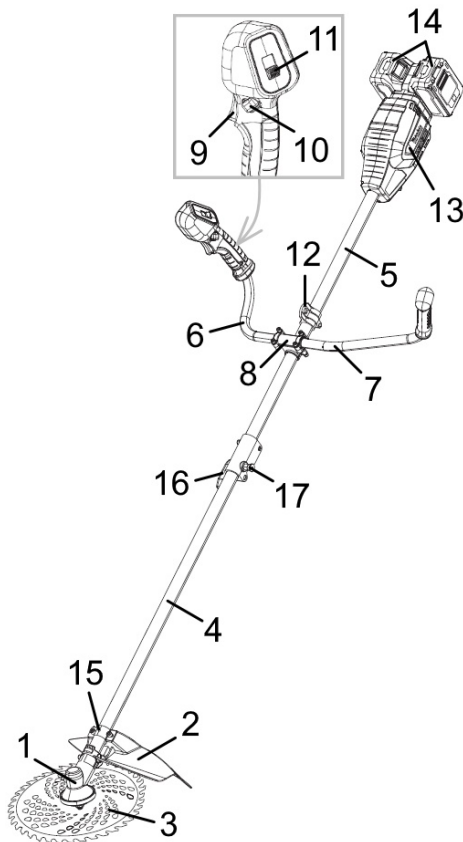
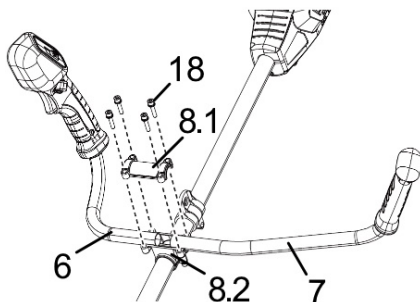

Рисунок 1
Рисунок 4
- прикладіть планку кріплення (15, рисунок 1 і 2) до нижньої частини штанги (4, рисунок 1) ближче до редуктора (1, рисунок 1);
- прикладіть захисний кожух (2, рисунок 1 і 2) до планки кріплення (15, рисунок 1 і 2), сумістивши два відповідні отвори між собою;
- витягніть стопорний штифт (17, рисунок 1) з'єднувального вузла на верхній частині штанги, потім поверніть його проти годинникової стрілки та відпустіть, щоб він залишився витягнутим;
- вставте кінець нижньої частини штанги в отвір з'єднувального вузла верхньої частини штанги, поєднавши відповідний отвір з віссю стопорного штифта. Після цього поверніть стопорний штифт (17, рисунок 1) за годинниковою стрілкою й відпустіть його. Якщо стопорний штифт не зафіксувався в отворі, злегка повертайте/переміщуйте нижню частину штанги, поки стопорний штифт не зафіксується в отворі;
- затягніть гвинт фіксації (16, рисунок 1), щоб зафіксувати з'єднання двох частин штанги.
- встановіть праву (6, рисунок 1 і 4) та ліву (7, рисунок 1 і 4) рукоятки у заглибленні між нижньою частиною (8.2, рисунок 4) та верхньою притисною частиною (8.1, рисунок 4) кронштейна на верхній частині штанги (5, рисунок 1);
- надійно зафіксуйте рукоятки у кронштейні чотирма гвинтами (18, рисунок 4) з комплекту постачання за допомогою шестигранного ключа.
- пристебніть карабін наплічного ремня до відповідного кронштейна (12, рисунок 1) на штанзі;